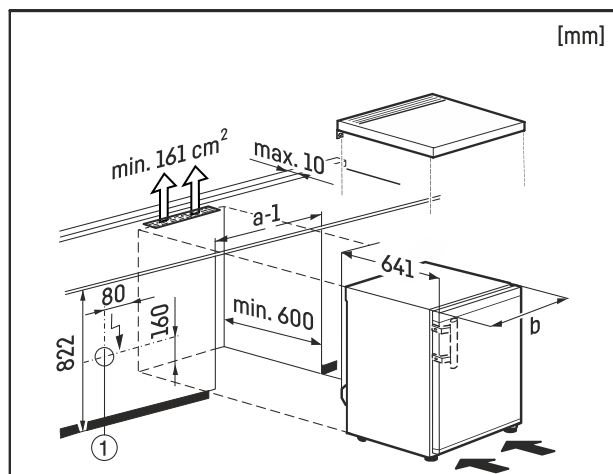

Fig. 8
Stickuttaget Fig. 8 (1) måste vara placerat utanför skåpets baksida och vara lätt tillgängligt.